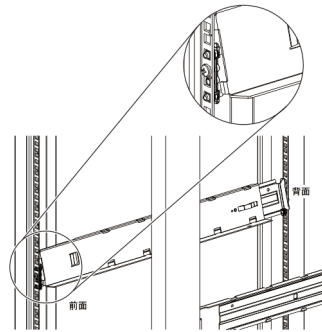

図 38. レールのコネクタへのマウント
- d. LH ラック・マウント・レールをコネクタにマウントします。図 38 を参照。